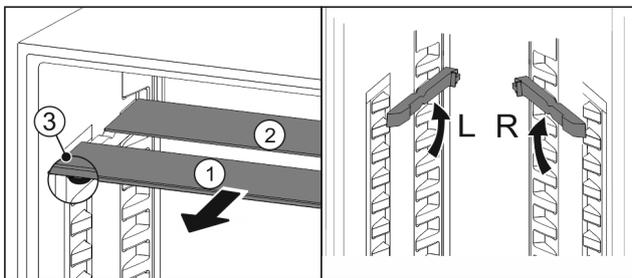

Fig. 34
- Retire Fig. 34 (1) las placas de cristal individualmente hacia adelante.
- ▷ La placa de vidrio Fig. 34 (1) con tira decorativa se encuentra en la parte delantera.
- ▷ Los topes Fig. 34 (3) apuntan hacia abajo.